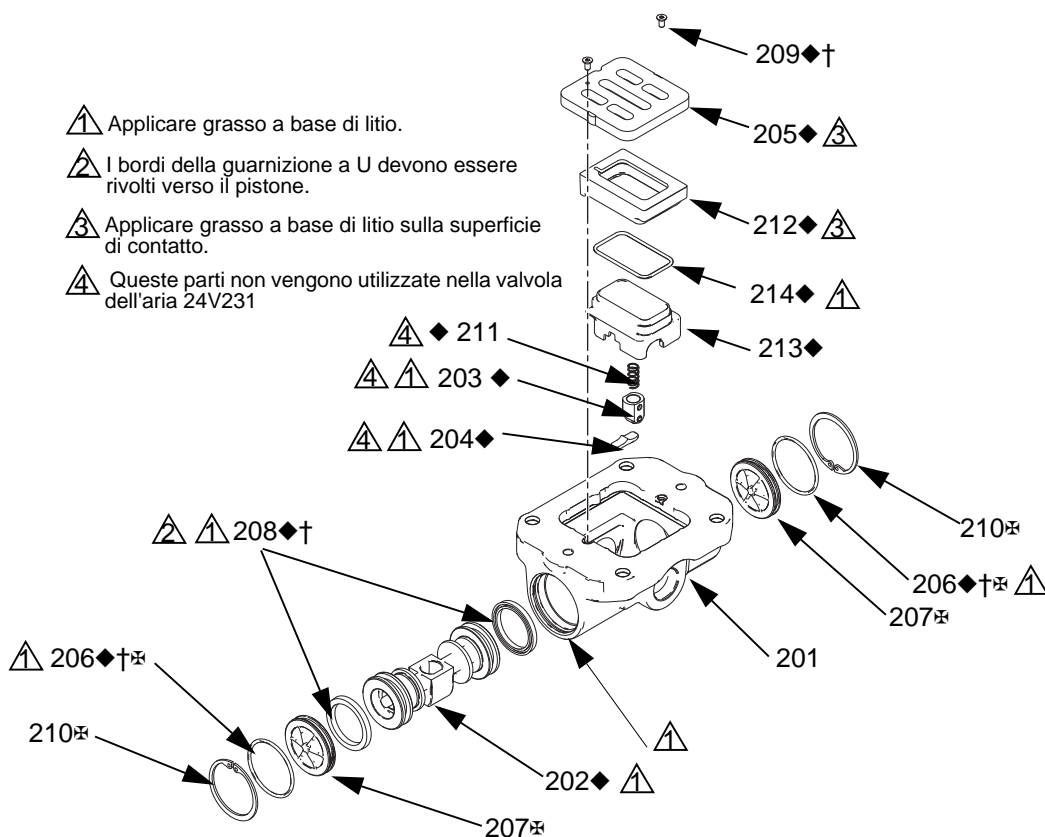

FIG. 2. Montaggio della valvola dell'aria
2. Vedere: FIG. 2. Utilizzare un cacciavite Torx (T8 per parti centrali di alluminio, T10 per parti centrali di plastica) per rimuovere le due viti (209). Rimuovere la piastra della valvola (205), il gruppo della tazza (212-214), la molla (211) e il meccanismo di arresto (203).
3. Estrarre la tazza (213) dalla base (212). Rimuovere l'O-ring (214) dalla tazza.
4. Vedere: FIG. 2. Rimuovere l'anello di sicurezza (210) da ciascuna estremità della valvola dell'aria. Utilizzare il pistone (202) per estrarre il cappuccio terminale (207) da un'estremità. Rimuovere la guarnizione a U (208). Estrarre il pistone dall'estremità e rimuovere l'altra guarnizione a U (208). Rimuovere l'altro cappuccio terminale (207) e gli O-ring dei cappucci terminali (206).
5. Rimuovere la camma del dente d'arresto (204) dalla sede della valvola dell'aria (201).